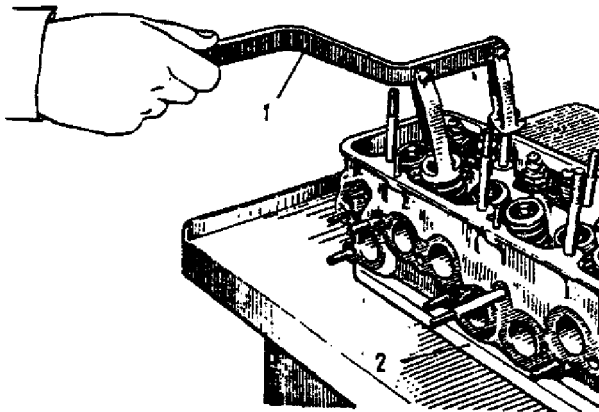

Fig. 2-42. Desmontagem das molas das válvulas: 1 - dispositivo A.60311/R; 2 - suporte de montagem A.60355.
7. Instalar o dispositivo A.60311/R, conforme ilustrado na fig. 2-42; comprimir as molas das válvulas, de modo a liberar as travas 10.